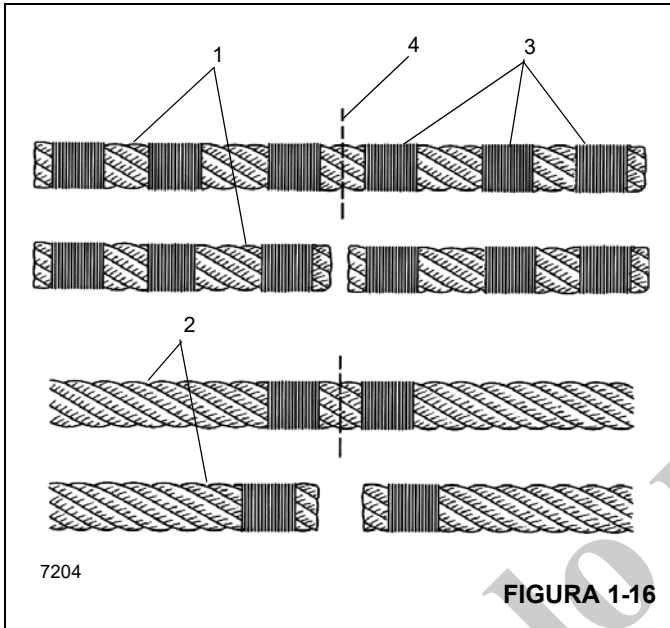

FIGURA 1-16
NOTA: Los cables no preformados (1, Figura 1-16) deben tener tres sujeciones (3) ubicadas en cada lado del corte (4) comparado con el cable preformado (2).